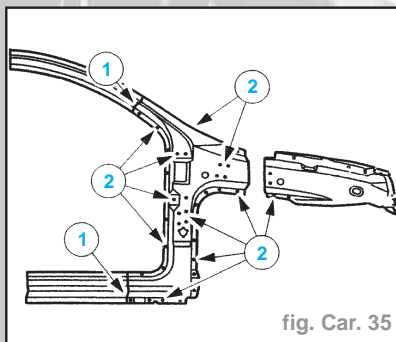

fig. Car. 35
- Préparer les pièces neuves (fig. Car. 35) :
- découper la pièce neuve aux dimensions prescrites (1).
- réaliser le perçage en vue de la liaison par bouchonnage (2).